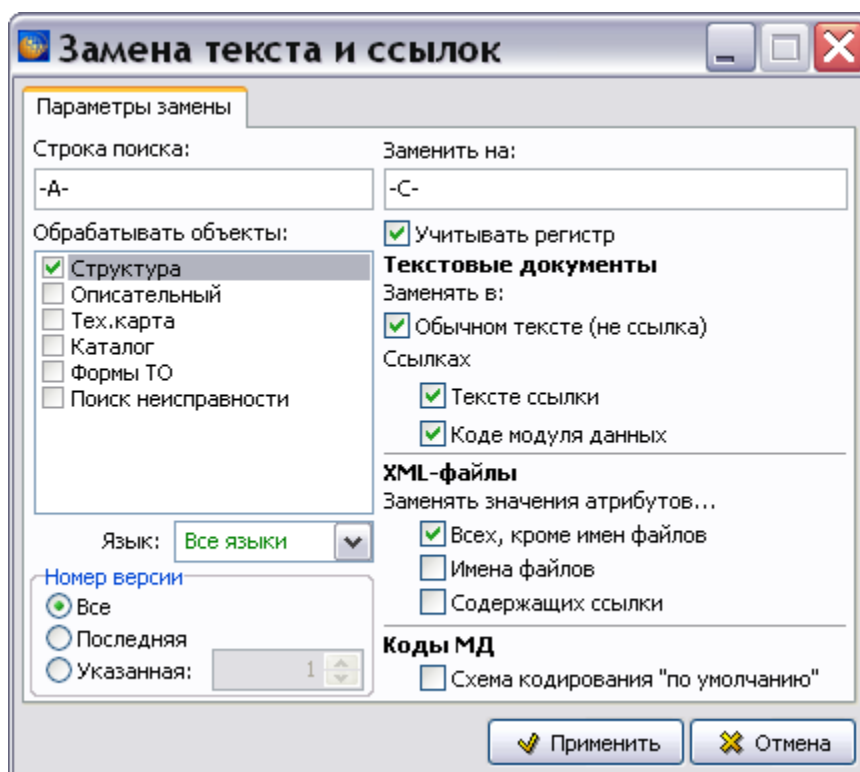

Рис. 21.5
3. В окно **Строка поиска** введите часть кода МД, которую нужно заменить (Рис. 21.5).
Замена «А» на «С» произведена именно для поля SDC. Это обусловлено тем, что при указании строк поиска и замены были указаны также и дефисы с обеих сторон от символов (Рис. 21.5). Будьте внимательны при указании строк поиска и замены!